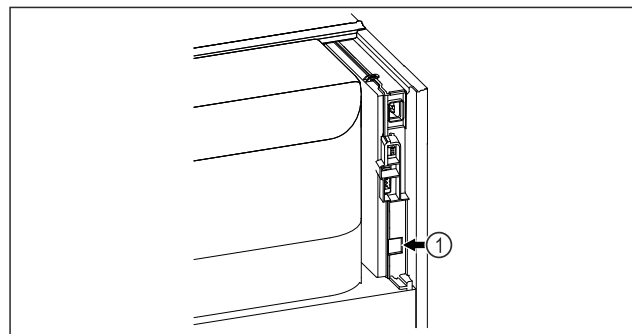

Fig. 73
- A SmartModule Fig. 73 (1) be van helyezve.